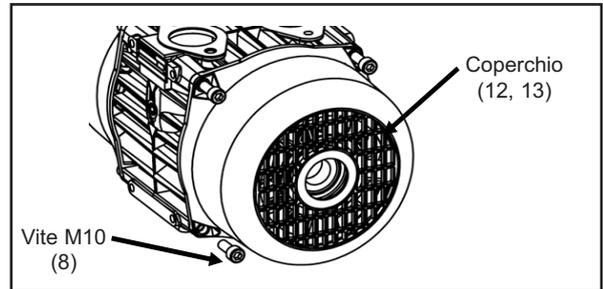

Figura 11
1. Disinnestare l'accoppiamento del compressore del motore di trasmissione e togliete la chiavetta dell'albero (16).
2. Svitare le quattro viti M10 (8) che fissano il coperchio e sollevatelo (12 o 13) ; vedi figura 11.